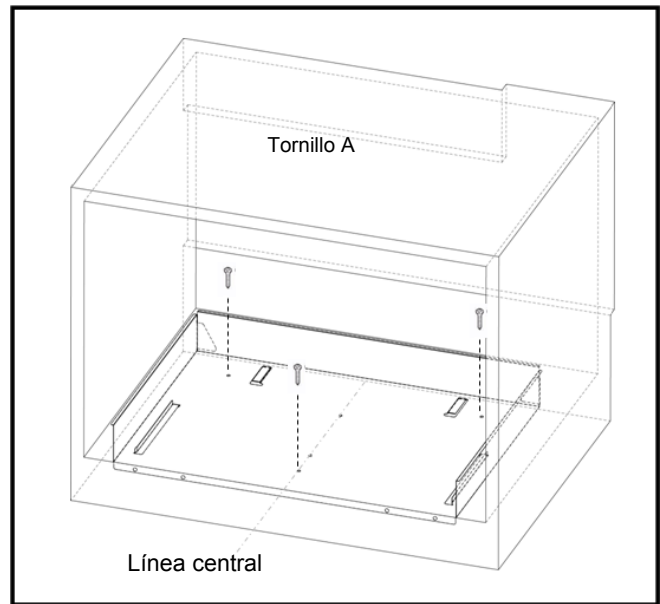

Ilustración 4
1. Dibuje una línea central sobre el piso. Coloque el ducto de escape en la apertura, cuando el montaje del mismo esté en la apertura correcta, la línea central estará a la mitad del montaje. Consulte la Ilustración 4.